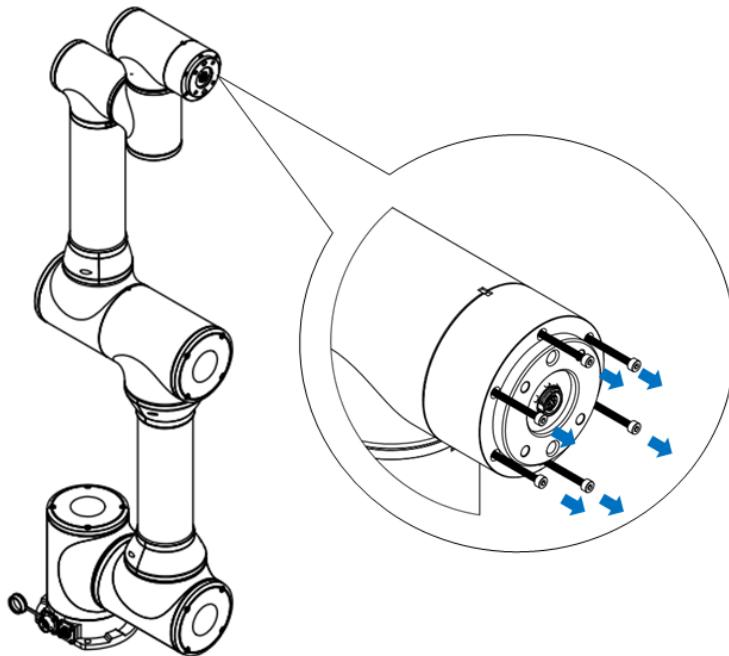

图 3-11 拆卸末端法兰固定螺钉
**步骤3** 使用内六角扳手拆卸固定末端法兰的六颗螺钉，卸下末端法兰，如图 3-11 所示。